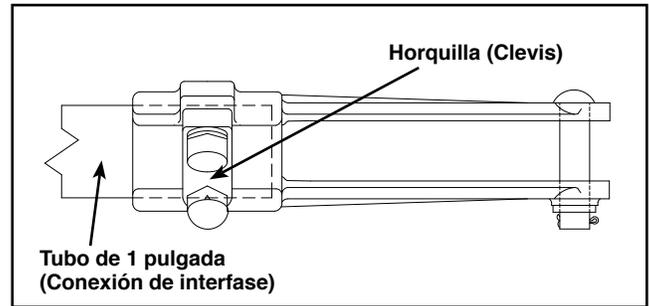

Figura 19. Colocación de horquilla clevis.
**Paso 12** Colocar la horquilla (Clevis) en la parte del tubo para sujetarla, usando la abrazadera con el tornillo perforante para afianzarlo. Para apretarla, siga el método descrito anteriormente. Ver Figura 19.